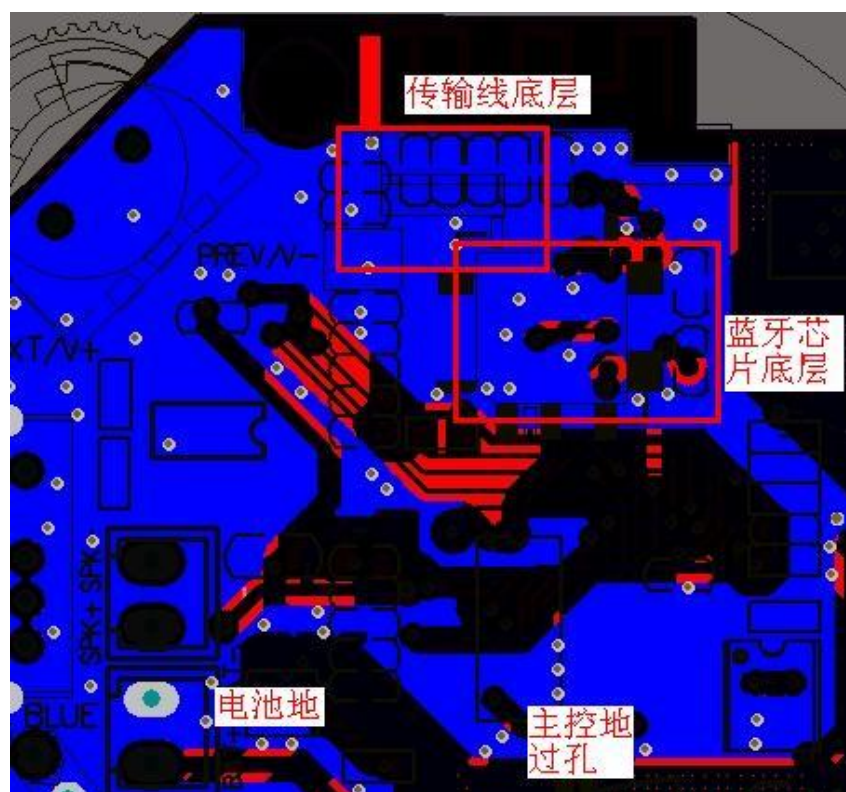

图 4 AX2227 VDDHP、DACVDD 和 VCM 电容布局布线
- 2、蓝牙 IC 的底部保证地完整性，底层的地，连同天线传输线底层的地必须保证不能有走线切割，并且要尽量宽的地线回到电池接地点和主控 IC 的地引脚，如图 4；